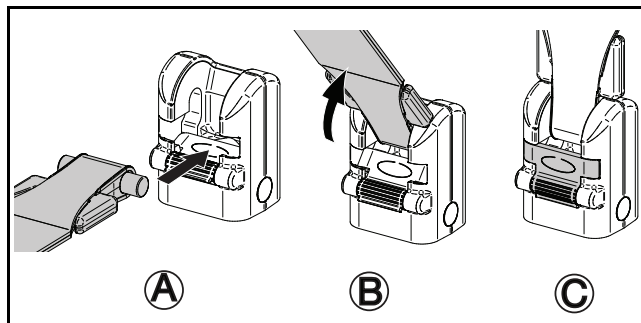

Fig. 5
- 5) Introduzca la correa del bastidor de la camilla con el pivote en la conexión rápida presionándola hacia dentro (consulte la Fig. 5 A).
- 6) Gire la correa hacia arriba (consulte la Fig. 5 B).
- 7) Asegúrese de que el pestillo esté cerrado (consulte la Fig. 5 C).